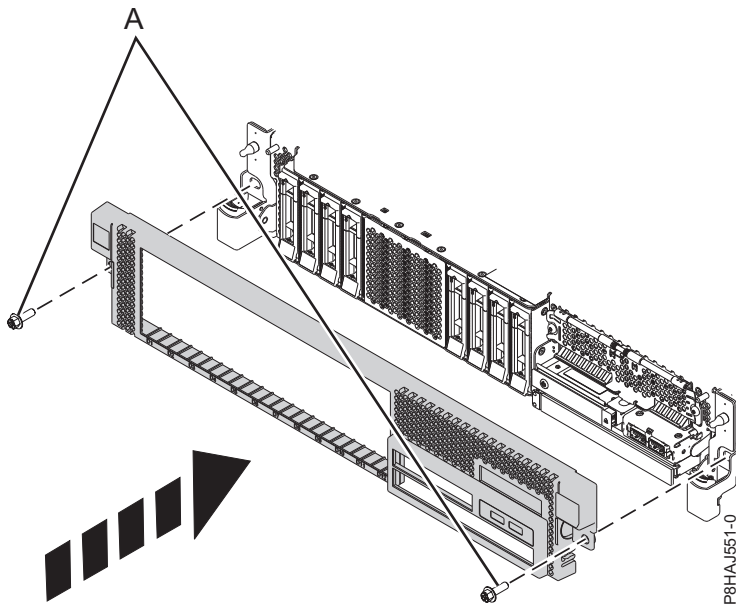

Figura 33. Instalación de la cubierta frontal
3. Cierre los pestillos de liberación empujando en la dirección que se muestra en Figura 33 en la página 52. La cubierta se insertará en su posición y dispone de una hendidura que le permite sujetarla más fácilmente.
4. Sustituya los tornillos de envío (A).